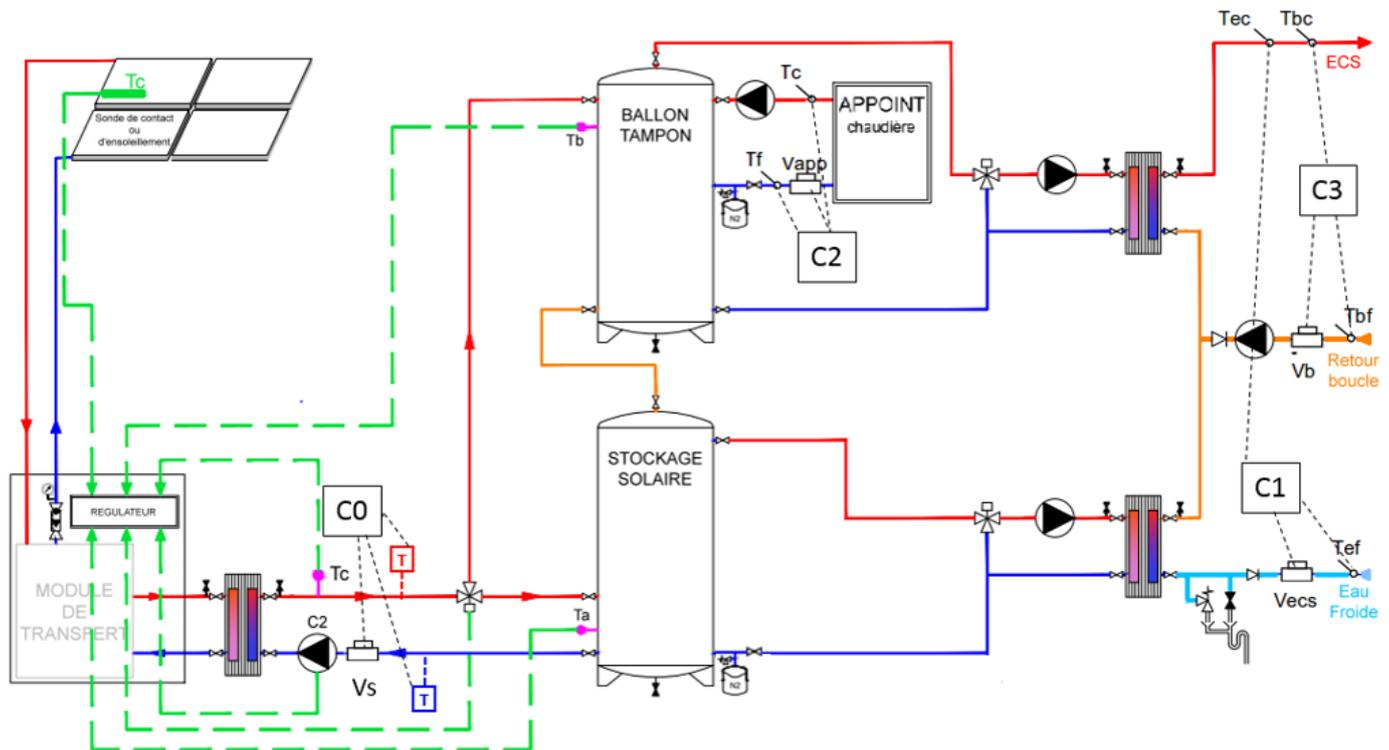

Fig. 9 Dérivation du secondaire solaire par vanne 3 voies pour réchauffer le ballon d'appoint et deux échangeurs de décharge
- soit on ne compte que l'énergie solaire fournie au système (C0 fig. 9) ; le contrôle par rapport au théorique doit se faire avec la valeur équivalente d'un calcul, par exemple avec SOLO 2018
- soit on utilise 3 compteurs (C1, C2, C3 fig. 9) pour estimer l'énergie solaire utile